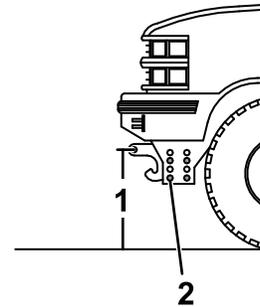

Figura 44
1. Mida la distancia desde el suelo hasta los orificios del cerrojo con muelle de la viga de empuje del chasis (Figura 44). La medida debe corresponder con la altura de la pala indicada en Especificaciones (página 16).
2. Si la viga de empuje no está a la altura correcta, retire las fijaciones que sujetan la viga de empuje al chasis (Figura 44).